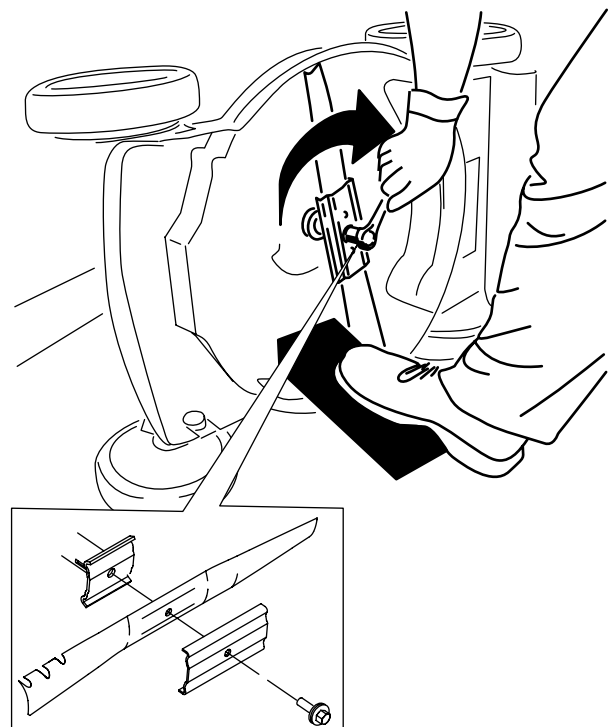

Figure 21
4. Montez la lame et le boulon de lame de rechange (Figure 21).